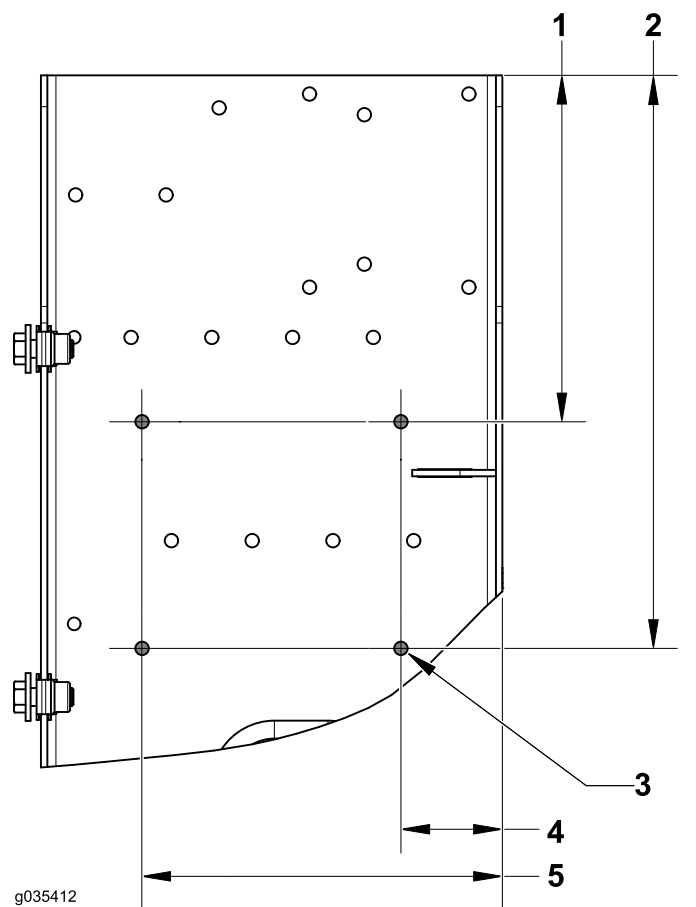

Figura 8
- Localice y perfore los siguientes taladros para el controlador (Figura 8).